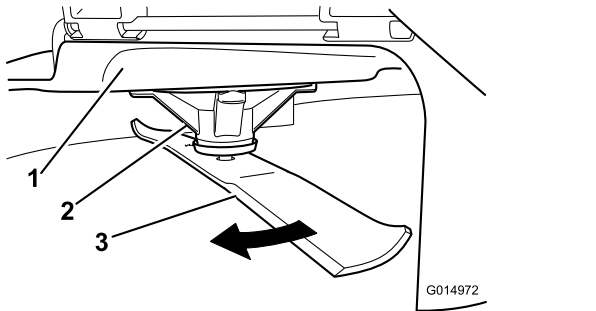

Figura 110
2. Llevando guantes fuertemente acolchados u otro tipo de protección apropiada para las manos, gire la cuchilla lentamente hasta una posición que permita medir la distancia entre el filo de corte y la superficie nivelada en la que descansa la máquina (Figura 110).